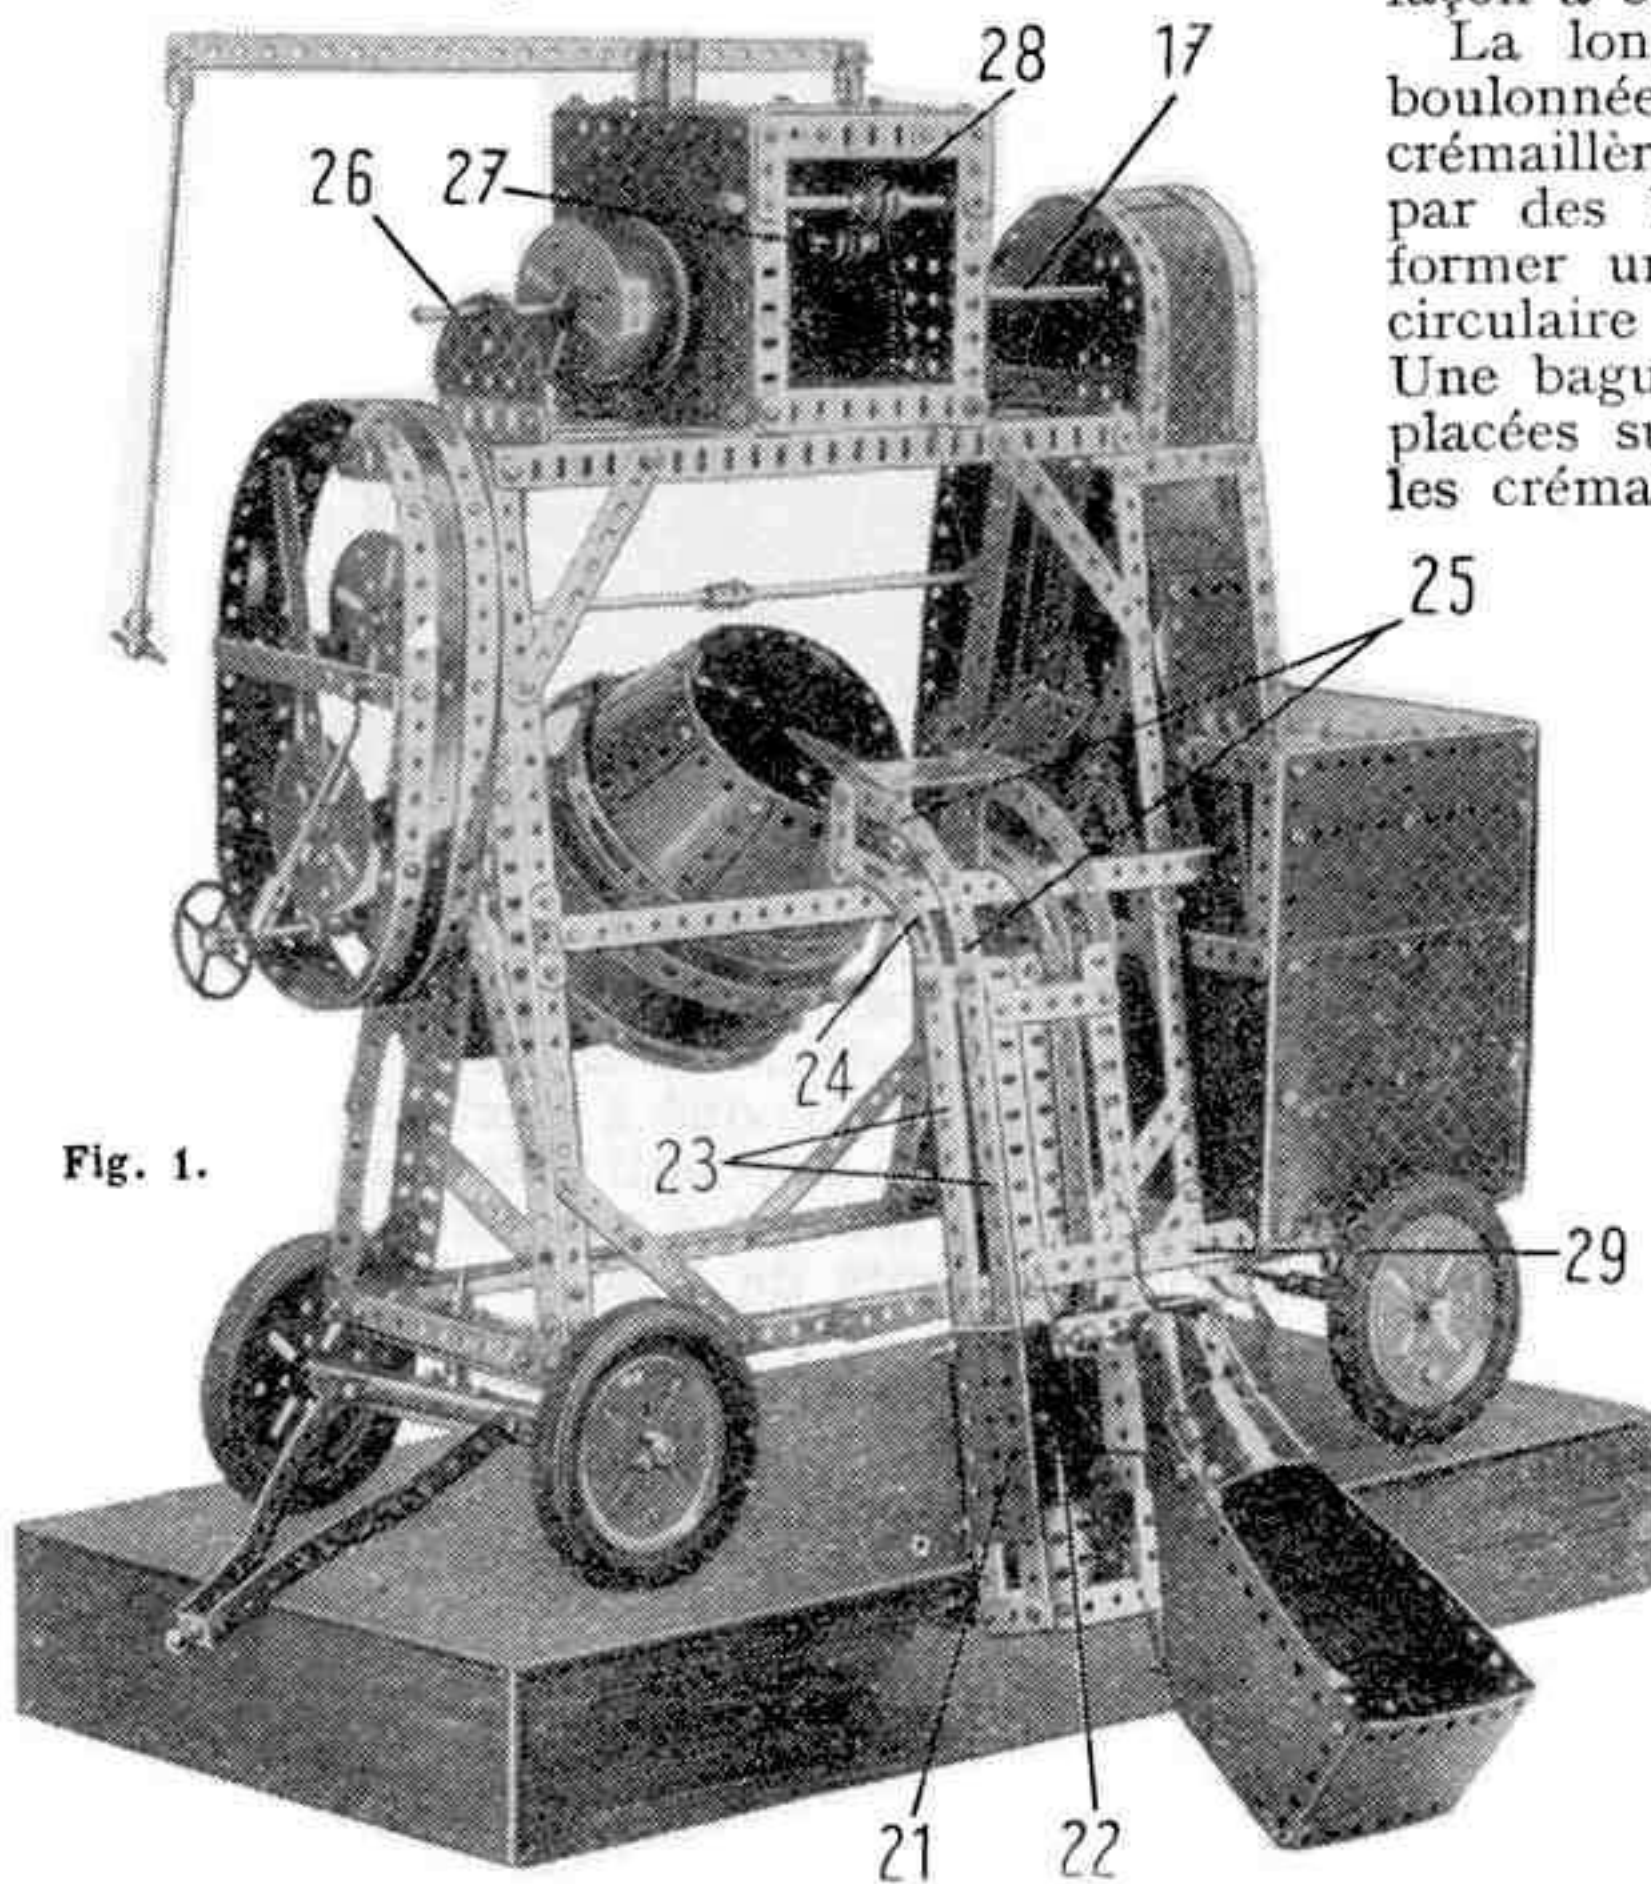

Fig. 1.
Le châssis de la bétonnière apparaît clairement sur les figures 1 et 2. Il est construit en cornières de 25 et de 11 trous consolidées par des bandes de diverses longueurs. Les roues sont des poulies de 75 mm munies de pneus et montées sur des tringles de 16,5 cm.
La trémie est construite en plaques flexibles (fig. 1) et articulée par une tringle de 7,5 cm sur une bande coudée de 60 × 25 mm boulonnée au chariot. Le chariot est formé de deux plaques de 75 × 38 mm (21) boulon-